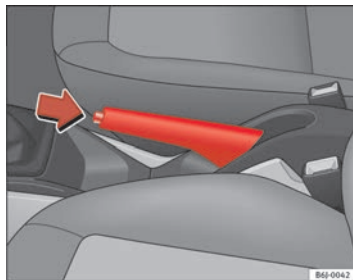

Abb. 107 Handbremse zwischen den Vordersitzen
⇒ Seite 157, Abb. 107.
- Ziehen Sie den Hebel etwas nach oben, drücken Sie die Entriegelungstaste in Pfeilrichtung ⇒ Seite 157, Abb. 107 und führen Sie den Handbremshebel ganz nach unten ⇒ .